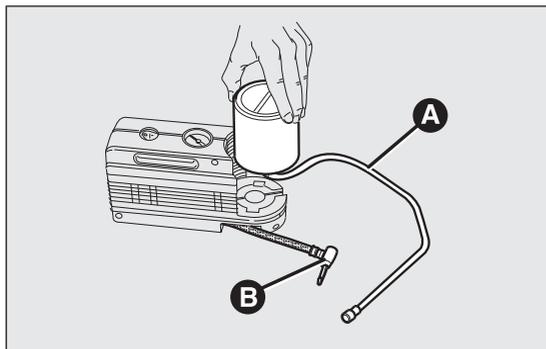

fig. 133
- disinserire l'innesto B fig. 133;